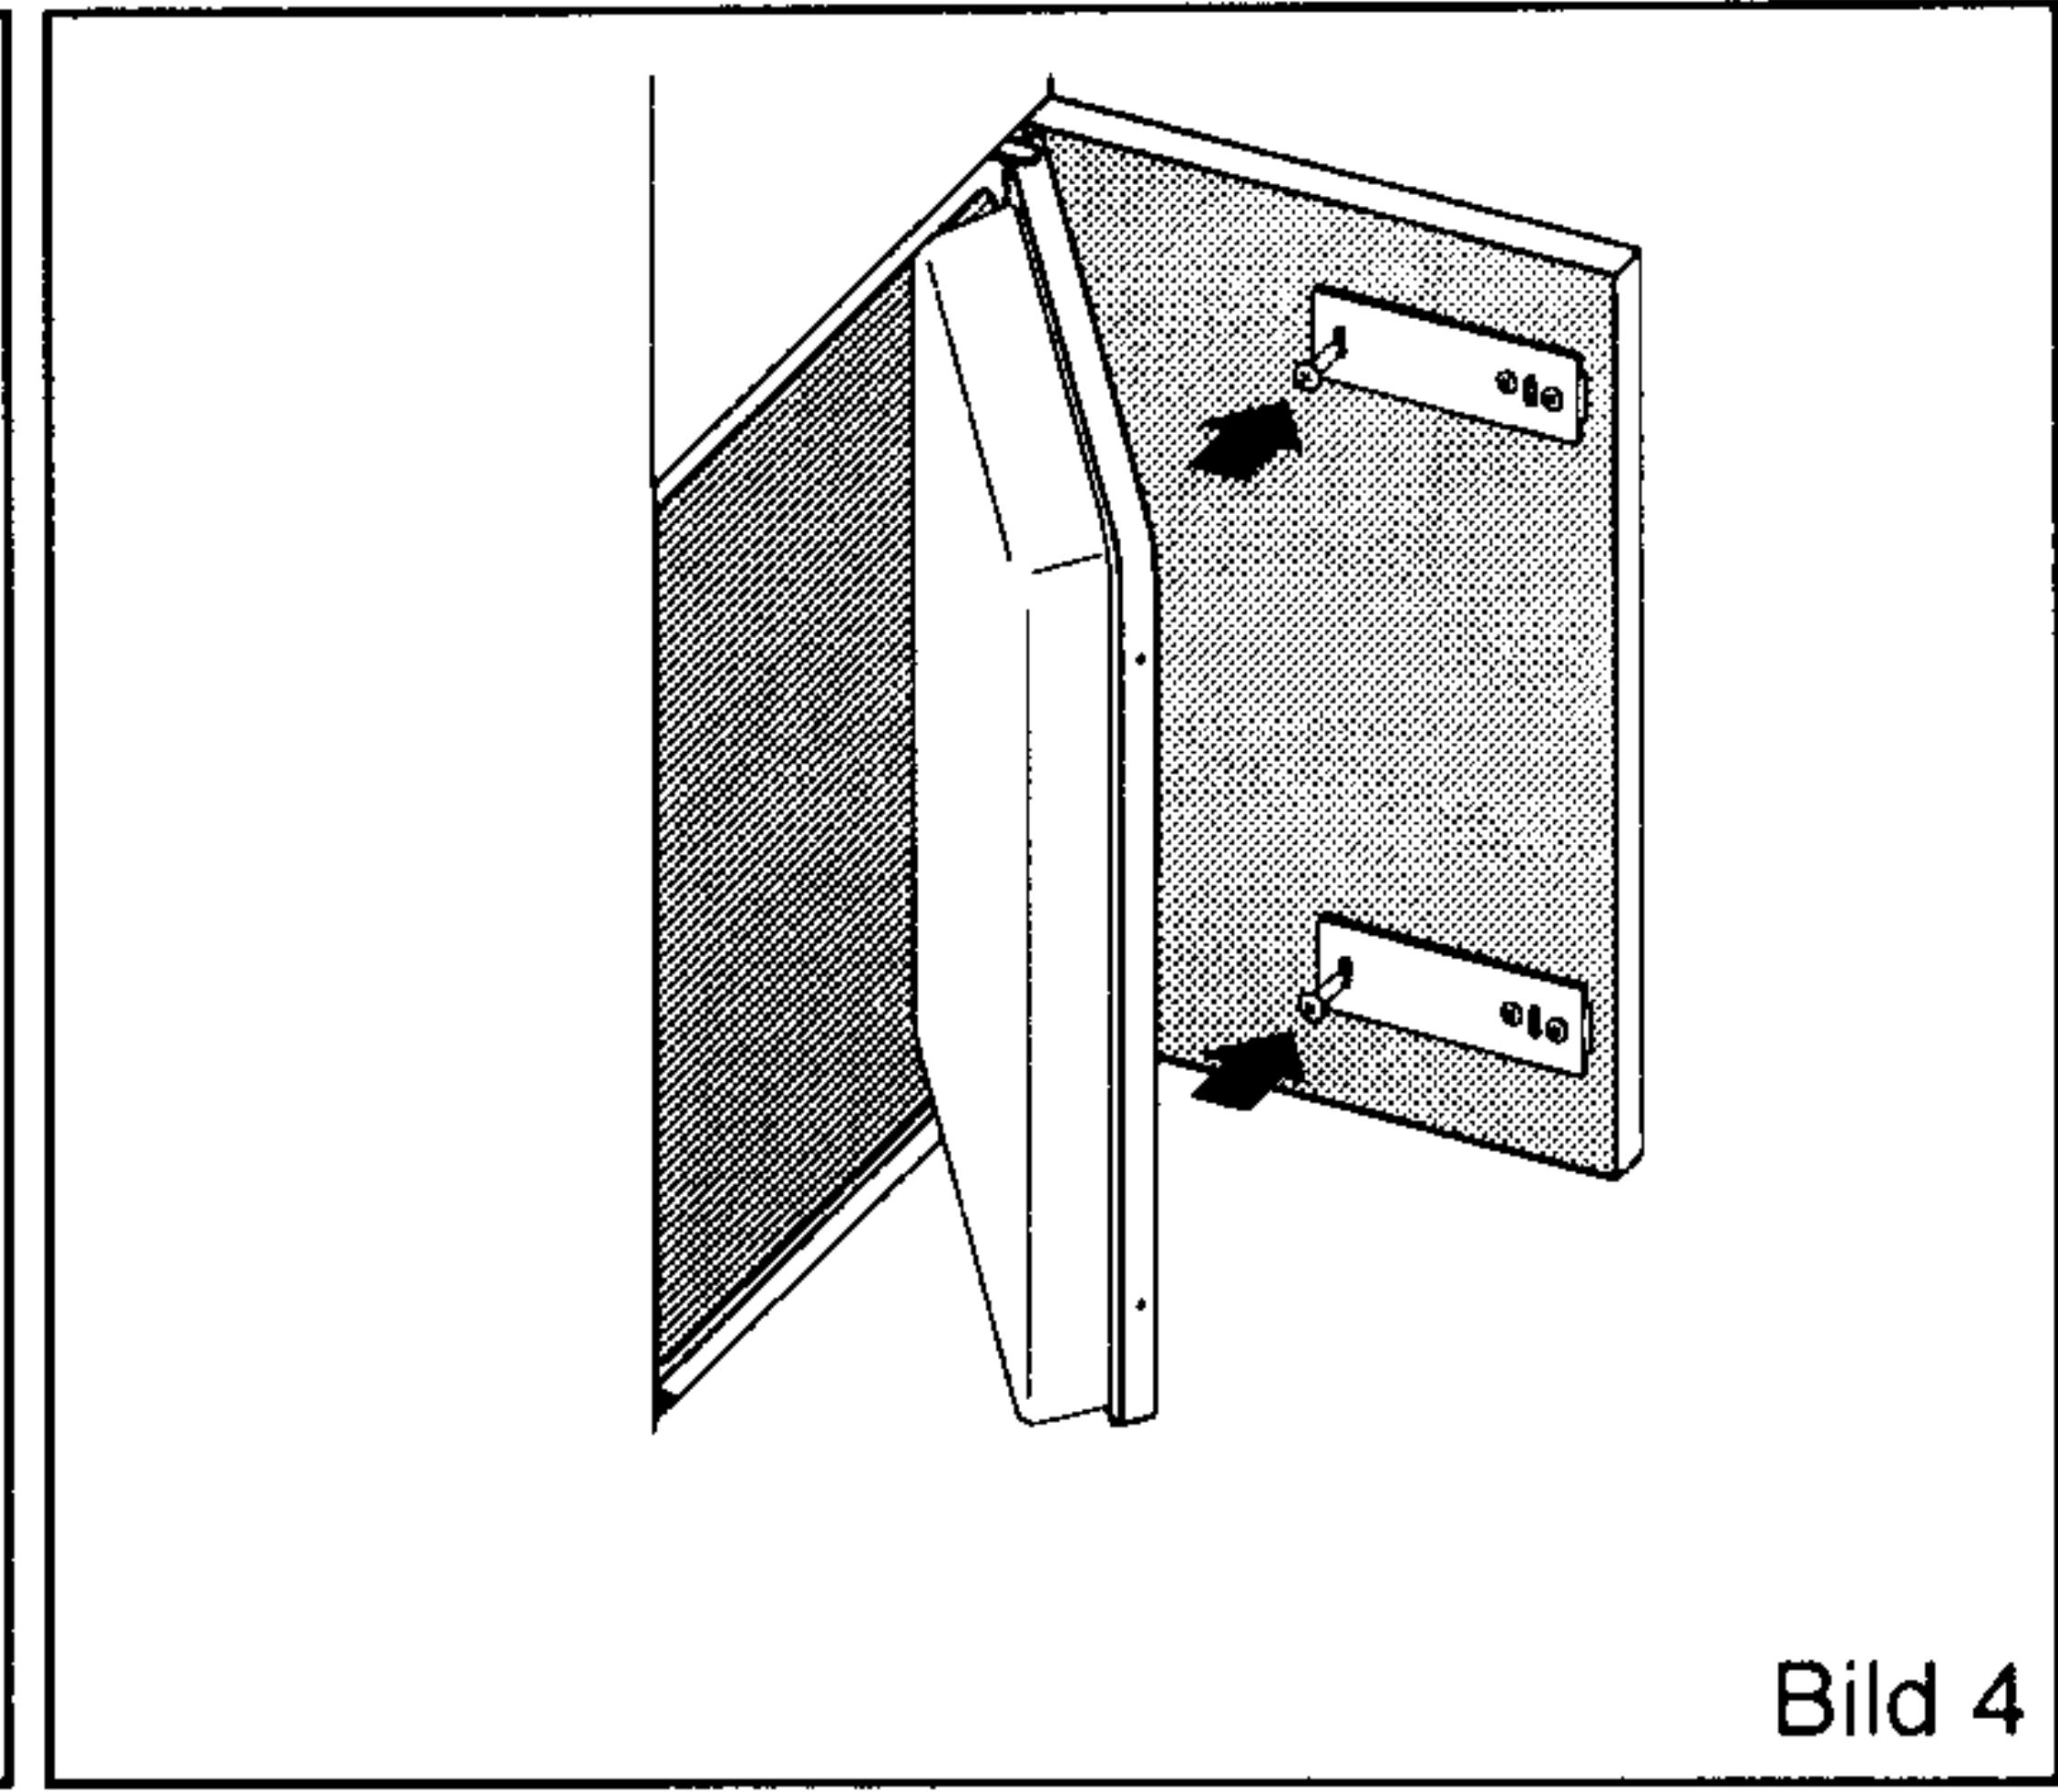

Bild 4
- Befestigen Sie die Schieber noch mit den anderen Schrauben und passen Sie darauf, daß die Schieber dabei nicht versetzt werden (Bild 4).